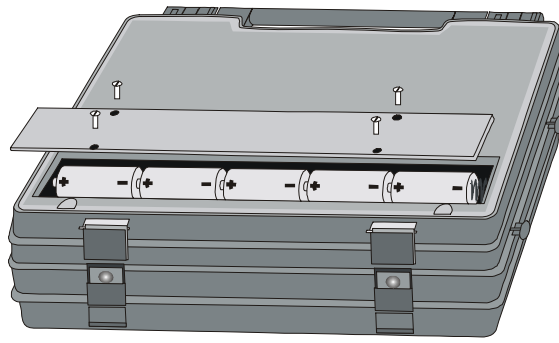

Рис.12. Вскрытие контейнера аккумуляторов (элементов питания)
- Снять крышку контейнера в нижней части корпуса, открутив 4 винта (рис. 12)